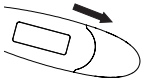

Figura 3
- Retire la tapa de la pila como se indica en la Figura 3